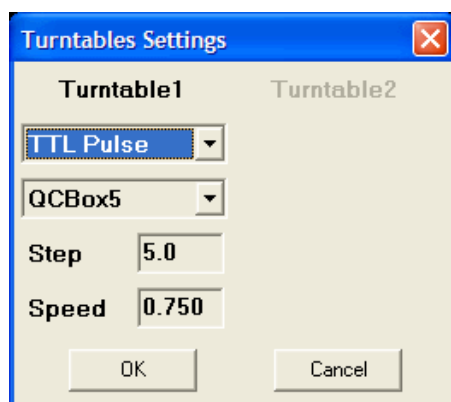

Figure 12.12
- 3) Richiamare la finestra di dialogo Turntables Settings (Fig.12.12), impostare la Resolution a 5°, Speed a 0.75RPM e premere Link To Measurement.